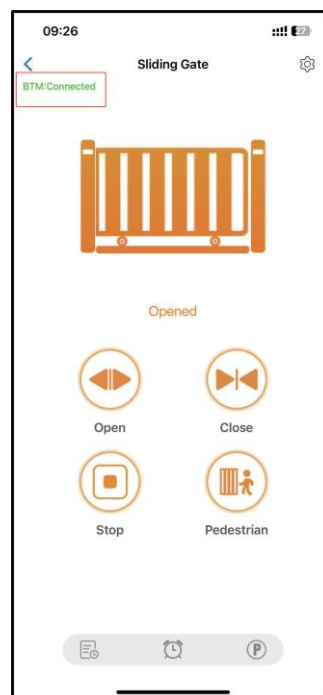

Abb. 6
- ★ Wenn das Gerät „offline“ ist oder das Mobiltelefon keine Internetverbindung hat und sich der Benutzer innerhalb von 10 Metern vom Gerät befindet und die App öffnet, schaltet das System automatisch in den Bluetooth-Modus zur Gerätebedienung um. (Abb. 6)